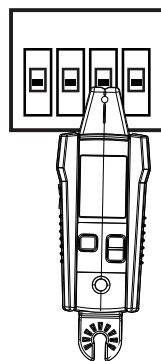

Figura 3.2b
2. Alinhe a ranhura do sensor de ponta com o disjuntor/fusível horizontalmente (ver Figura 3.2b).